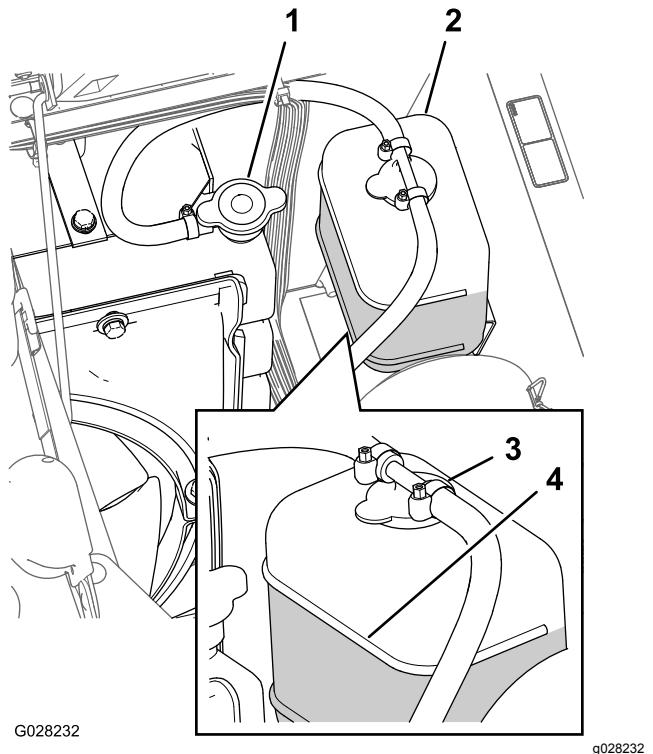

Figura 85
3. Retire cuidadosamente a tampa do radiador e a tampa do depósito de expansão (Figura 85).
- Nota:** O radiador deverá encontrar-se cheio de líquido até ao cimo do tubo de enchimento e o nível de líquido no depósito de expansão deverá atingir a marca Cheio no depósito (Figura 85).
5. Se o nível do líquido de arrefecimento for baixo, retire a tampa do depósito de expansão e o tampão do radiador, encha o depósito de expansão até à marca Cheio e o radiador até ao cimo do tubo de enchimento (Figura 85).
6. Volte a colocar as tampas no radiador e no depósito de expansão (Figura 85).
2. Quando o motor estiver frio, retire o tampão do radiador (Figura 85).
6. Retire o tampão do radiador (Figura 85).
8. Ligue o motor com a tampa sem aperto no radiador (Figura 85).
superfície de vedação e aperte o tampão (Figura 85).
11. Abra a tampa do depósito de expansão e encha o depósito com líquido de arrefecimento até ao nível Frio (Figura 85).